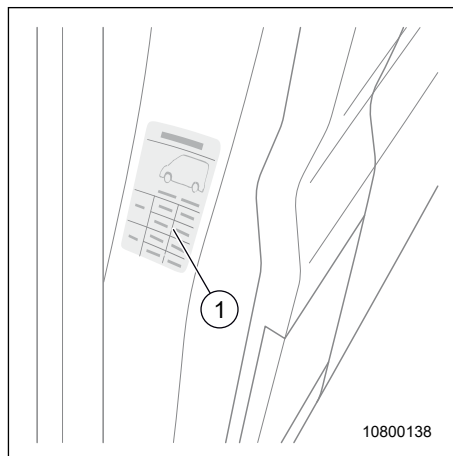

Fig. 81 Dekal-position
- Rekommenderat däcktryck finns angivet på en dekal (Fig. 81).